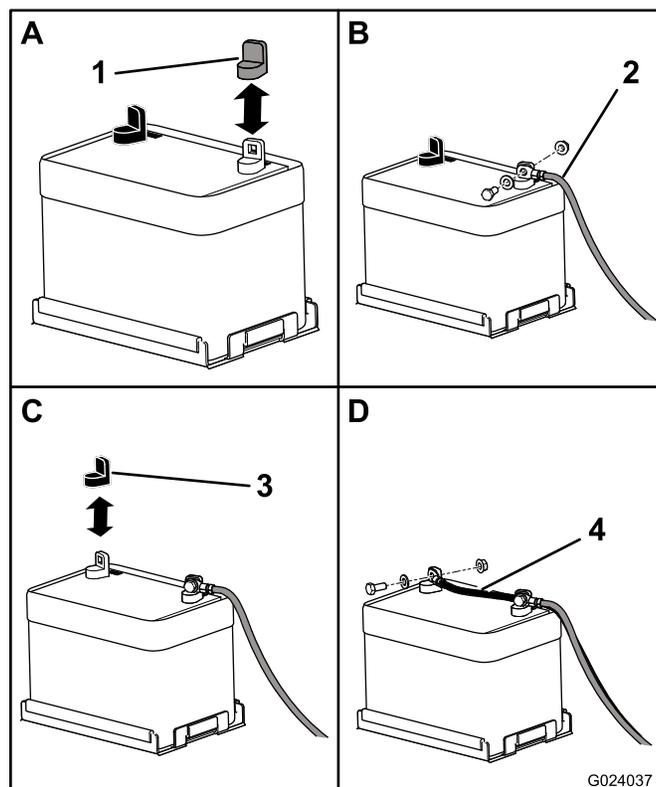

Рисунок 3
1. Снимите красную пластиковую крышку с положительной клеммы аккумулятора (Рисунок 3).